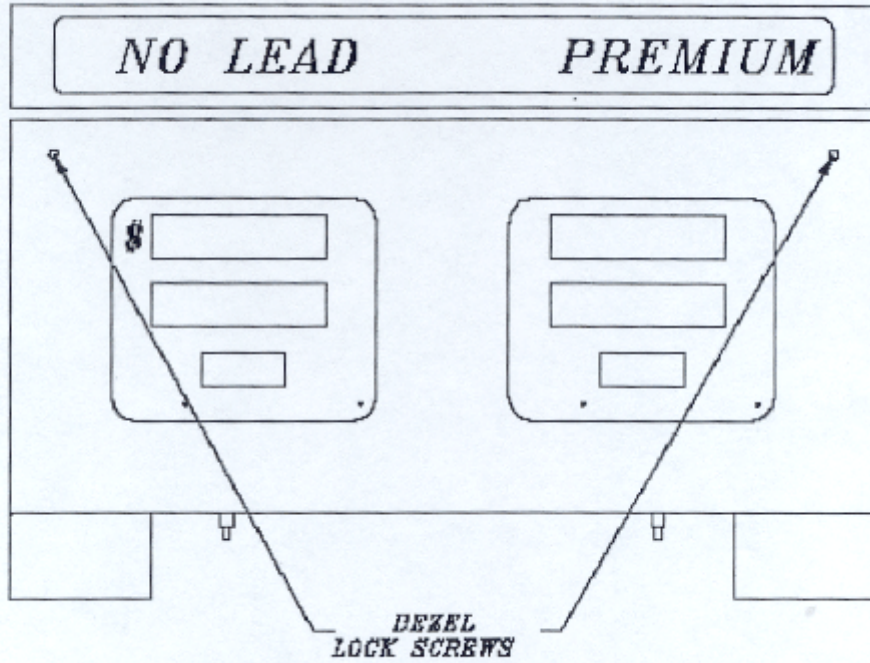

FIG.4 Model/modèle L & 1L Vis de blocage
1. Lower rear bezel by loosening the two bezel lock screws to access A.T.C. inspect switch.(See FIG.4).
1. Abaisser le panneau arrière en dévissant les deux vis de blocage pour accéder aux commutateurs de fonctions CAT.. (Voir FIG.4)